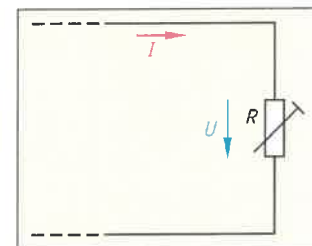

Bild 3: Stromkreisabschnitt
- Die Tabelle zeigt drei Beispiele der Veränderung einer elektrischen Größe im Bild 3. Ergänzen Sie mithilfe des ohmschen Gesetzes für jedes Beispiel die Reaktion der fehlenden Größe.